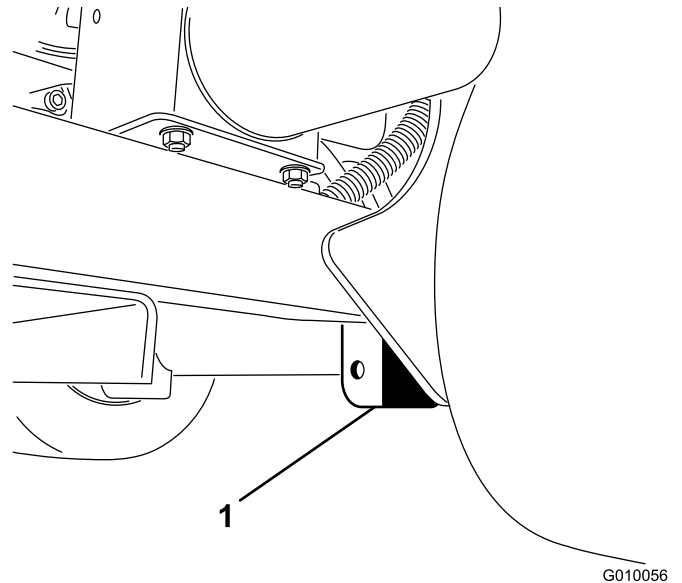

Figura 41
2. Coloque bem o apoio debaixo da chama do chassis, dentro da roda traseira (Figura 41).